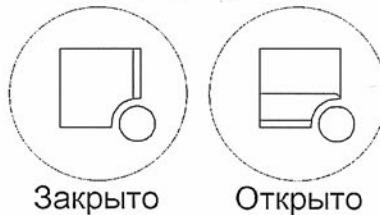

Рис. 4 — Положения фиксаторов защитной решетки вентилятора
4.2. Перед включением изделия необходимо убедиться, что защитная решетка (7) находится на месте и зафиксирована (два фиксатора, расположенные в верхних углах решетки, находятся в положении «Закрыто» (см. рис. 4)).